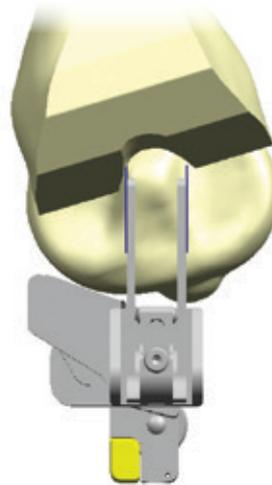

Figura 29
- 1 In flessione, assemblare il palpatore di orientamento in modo che i bracci risultino allineati con i contrassegni provvisori sull'eminanza (Figura 29). Bloccare il palpatore di orientamento spingendo verso l'alto la camma dorata.